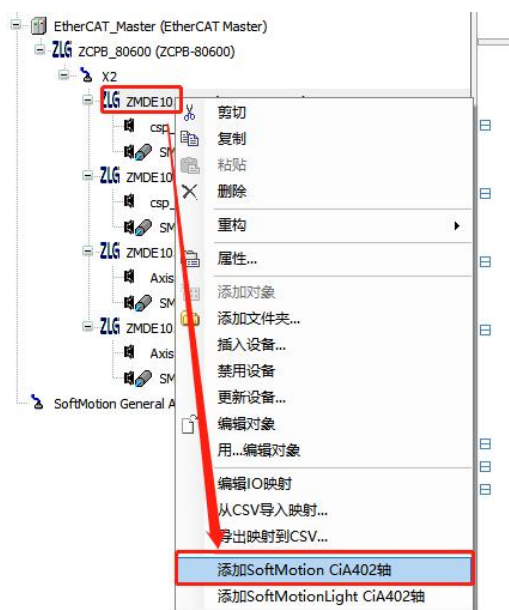

图 4.11 为站点添加 CiA402 轴
(9) 完成上一步后，可看到主站下添加了一个“ZCPB_80600”耦合器站点，该站点的“X2”端口下添加了 4 个“ZMDE1050ETC”站点。在每个“ZMDE1050ETC”站点下右击选择“添加 SoftMotion CiA402 轴”，如下图 4.11 所示。